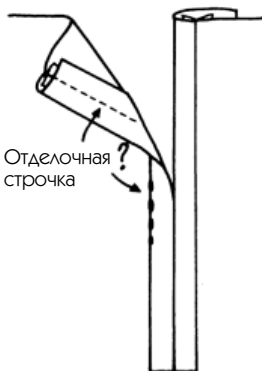

Рис. 426
4. Разутюжьте швы: на рис. 426 показано, как выглядят швы, а также перейдите к рис. 112.
А — на разутюженном шве выполните с лицевой стороны строчку, которая будет совершенно незаметна, если строчить прямо (рис. 426). Этой строчкой можно одновременно вшить и застежку-молнию.